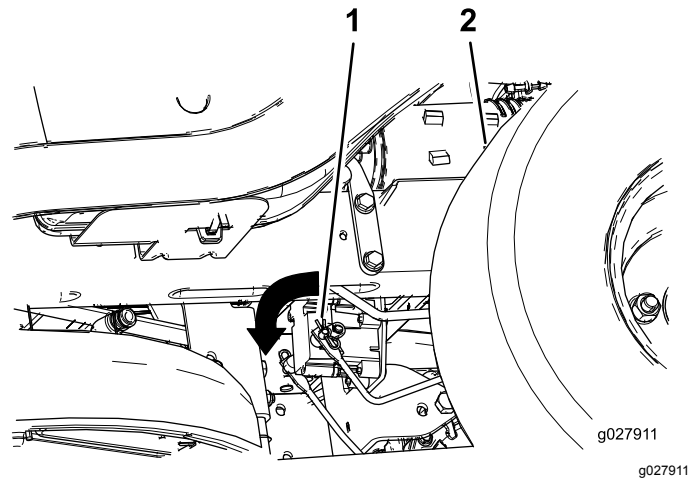

Figura 45
2. Localice los ejes donde están conectados los brazos de enganche de los frenos, en ambos lados del freno eléctrico (Figura 45).